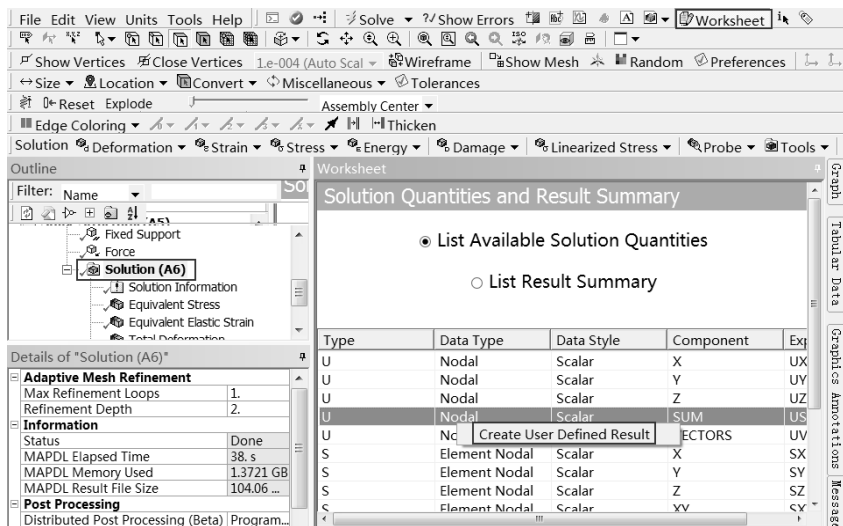

图 4-26 在 Solution Worksheet 中定义结果显示
(2) 在 Solution Worksheet 中选中结果后单击鼠标右键，在弹出的快捷菜单中选择 Create User Defined Result 即可，如图 4-26 所示。